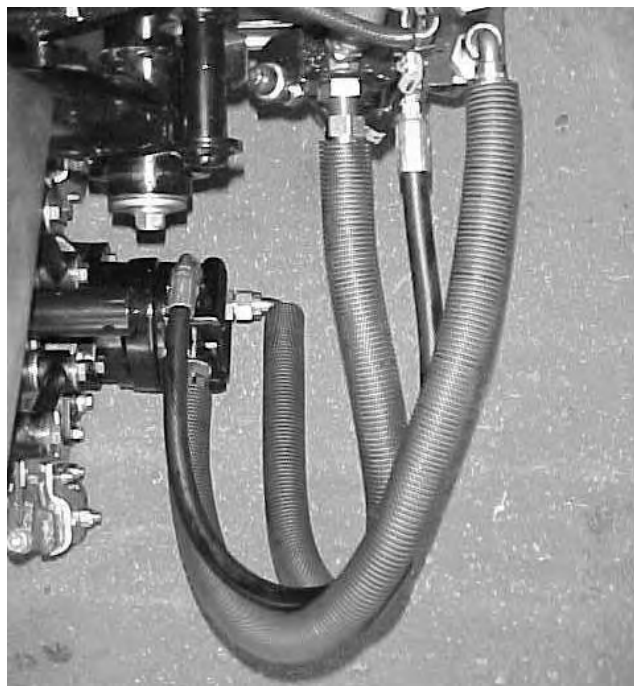

Figure 16
**Important** Vérifiez que les flexibles ne sont ni tordus ni pliés à angle droit et que les flexibles du plateau de coupe arrière sont acheminés comme illustré à la Fig. 16. Élevez les plateaux de coupe et déportez-les à gauche (modèle 03206 uniquement). Les flexibles du plateau de coupe arrière ne doivent pas être en contact avec le support de câble. Repositionnez les fixations et / ou les flexibles, le cas échéant.